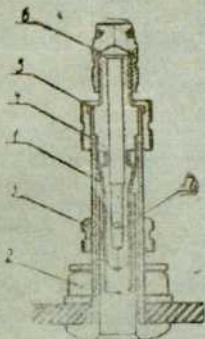

Рис. 2. Вентиль.
- b) из-за неплотного соединения вентиля (рис. 2) с камерой;